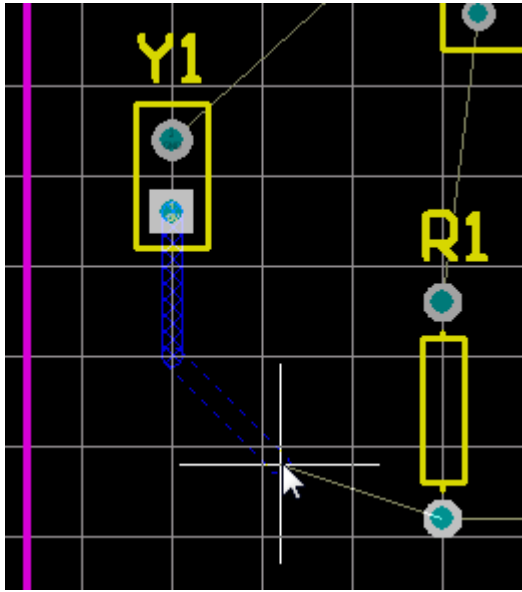

图 6-26 手动布线检查文档工作区底部的层标签。**Top Layer** 标签当前应该是激活的。通过按下*键，来在不退出走线模式的情况下切换到底层。此键在可用信号层中循环。**Bottom Layer** 标签会被激活。
4. 将光标移向电阻 **R1** 底下的焊盘。注意：线段是如何跟随光标路径来在检查模式中显示的（图 6-26）。检查的模式表明他们还没被放置。如果用户沿光标路径拉回，未连接线路也会随之缩回。在这里，用户有两种走线的选择：
6. 使用上述任何一种方法，来在板上的其他元器件之间布线。图 6-26 显示了一个手工布线的板。